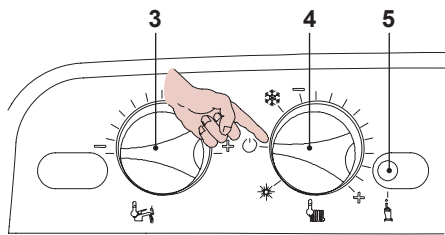

Fig. 5.66
- Per uscire dalla programmazione posizionare il selettore di funzione / manopola regolazione temperatura 4 come indicato in Fig. 5.66.